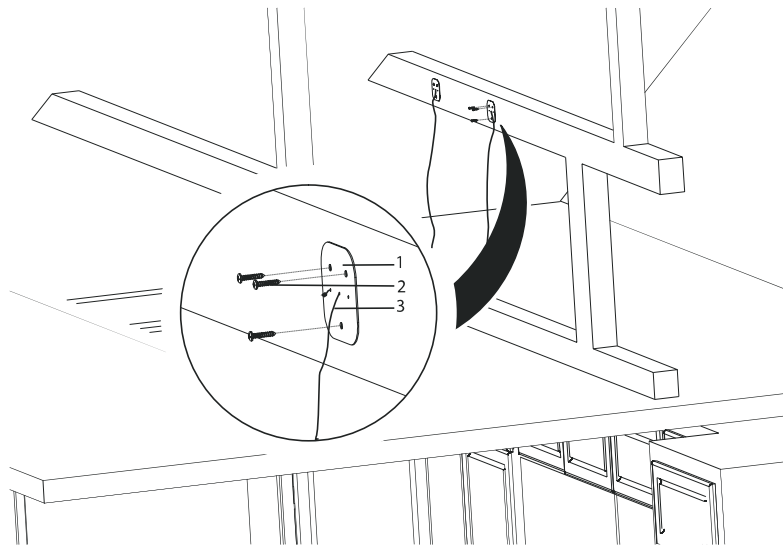

Fig. 9
3. ▶ Montér nu de 4 ophængningsplader, som stålwirerne sidder fast i, på et spær eller en lægte på loftet. Ophængningspladerne må vende på alle led (bemærk spærret eller lægten skal kunne bære emhætten under montering. Ophængningspladerne skal hver fastgøres med 3x 3,9x22 skruer (Fig. 9).